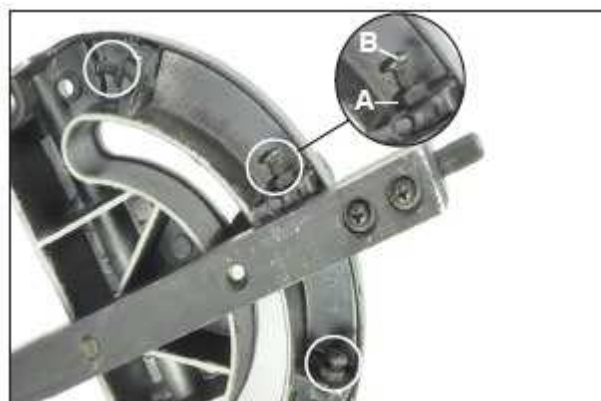

Рис. 28
2. Ослабить контргайку (рис. 28, А) на 3...4 оборота.
4. Вставить шток и выполнить регулировку упорного винта (рис. 28, В) так, чтобы он касался штока, затем затянуть контргайку.